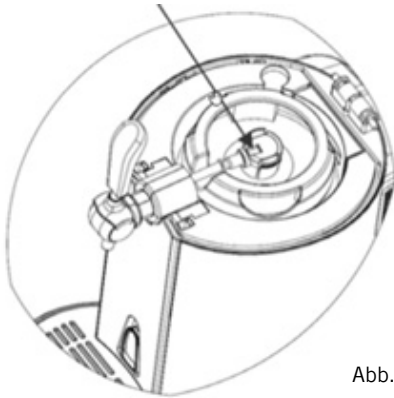

Abb.8
10. Stecken Sie nun den mit der Bierzapfanlage verbundenen Adapter für Frische-Fässchen mit ausreichend Druck auf das Fass (Abb. 8).